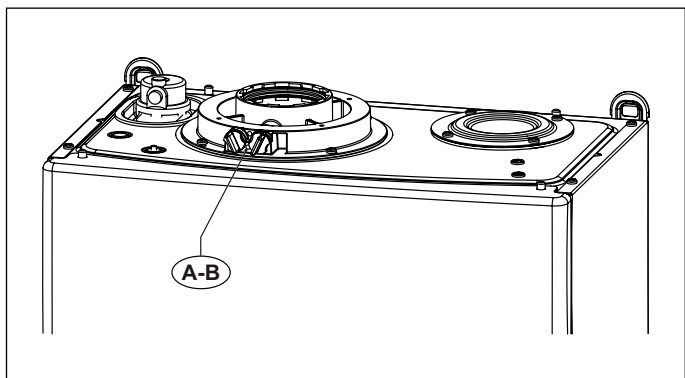
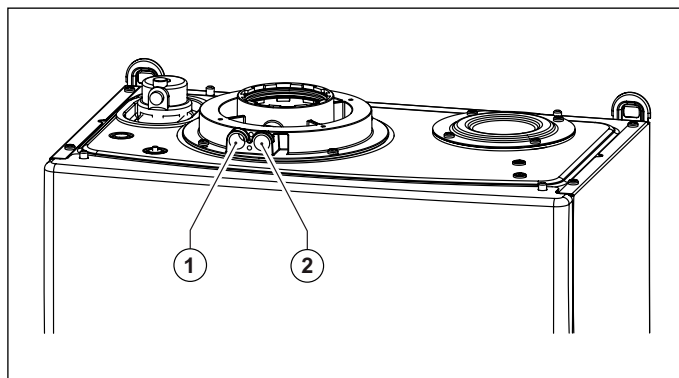

Рис. 15 Положення заглушок
Рис. 16 Положення отворів
На котлі є патрубок для підключення до системи забору повітря/димовідведення (дивись Рис. 15 Положення заглушок та Рис. 16 Положення отворів).
В патрубку передбачено два отвори для прямого доступу до повітря, що йде на згорання, та до димових газів (дивись Рис. 16 Положення отворів).
Для проведення вимірів необхідно зняти заглушки **A** та **B** з отворів на патрубку (дивись Рис. 15 Положення заглушок).
- замір температури повітря що йде на горіння **1** (дивись Рис. 16 Положення отворів).
- замір температури димових газів та вмісту CO₂ в спеціальному отворі **2** (дивись Рис. 16 Положення отворів).